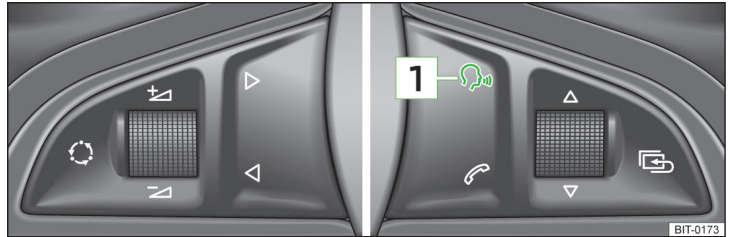

Fig. 130 Volant multifonction
En appuyant brièvement sur la touche **[1]** » fig. 130 du volant multifonction.
Vous pouvez démarrer un dialogue à tout moment en appuyant brièvement sur la touche **[1]** » fig. 130 du volant multifonction1).
Si le système est en train de lire un message, il est nécessaire d'abandonner la lecture de message en cours en appuyant sur la touche **[1]** » fig. 130 du volant multifonction.
- En appuyant brièvement sur la touche **[1]** » fig. 130 du volant multifonction.